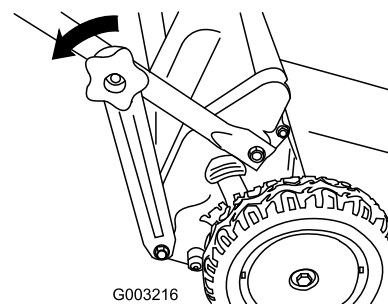

Bild 54
- Nehmen Sie die Handräder des unteren Griffs ab (Bild 54).
- Nehmen Sie die unteren Griffhalterungen an beiden Seiten von den unteren Enden des Griffs ab (Bild 54).